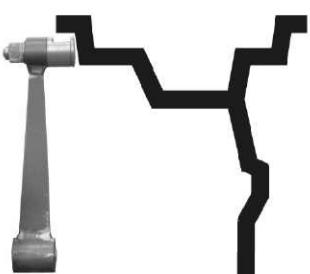

Рис. 16.2
16.3.5. Выдвиньте штангу установки геометрических параметров и подведите её палец к внутренней поверхности закраины обода в место установки грузов, рис. 16.2. и нажмите кнопку "С". На индикаторах 4 отобразится величина параметра "d21".